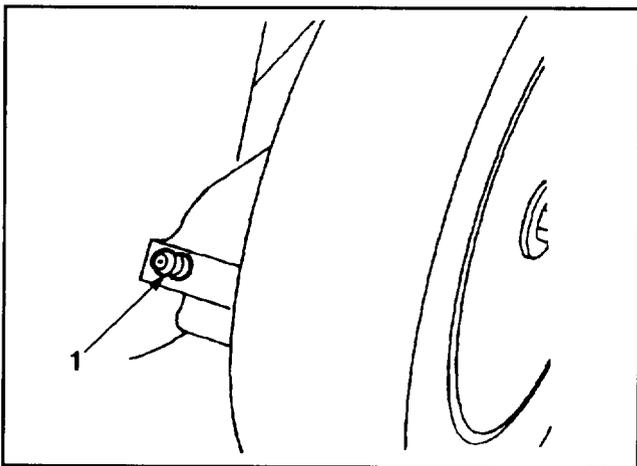

Figure 24
2. Places les leviers de hauteur de coupe des roues arrière en position "2". Essuyer les graisseurs avec un chiffon propre (fig. 24). Placer l'embout de la pompe à graisse sur le graisseur et pomper délicatement 1 ou 2 fois la graisse multi-usages au lithium No. 2.